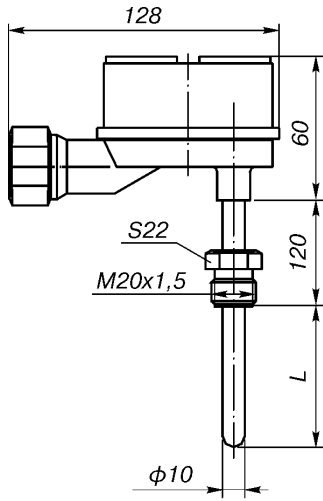
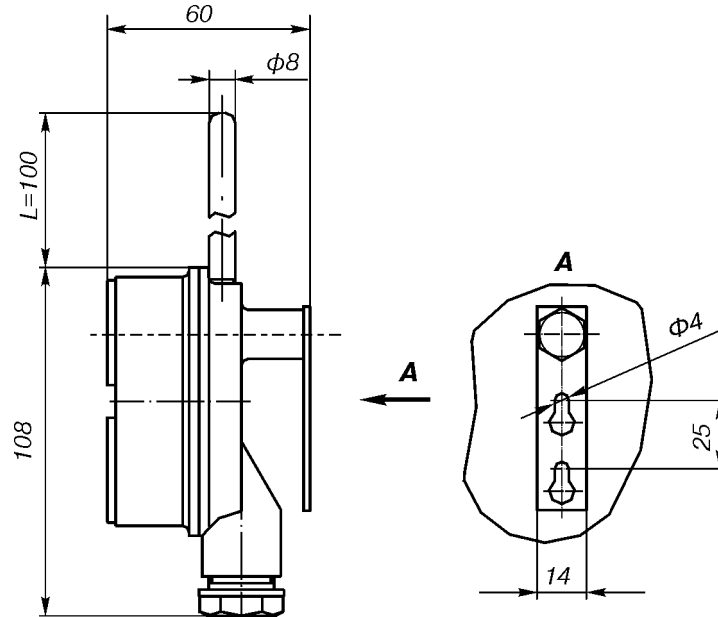

Рис.6.**
Рис. 4.
- полиамид Технамид А-СВ-30-Л (рис.6);
Диапазон измеряемых температур, класс допуска, схема соединений, количество чувствительных элементов, длина монтажной части (для рис.6, 7)
Назначение: термопреобразователи сопротивления платиновые **ТСП Метран-206 по рис. 4** предназначены для измерения температуры воздуха в помещениях различного назначения.
ТСП Метран-206 НСХ 100П</p> <p>2. Код исполнения защитной арматуры*</p> <p>01* по рис. 1</p> <p>02* по рис. 2</p> <p>03* по рис. 3</p> <p>31 по рис. 1а; 1б (только для сх. 2х3)</p> <p>32 по рис. 2а; 2б (только для сх. 2х3)</p> <p>33 по рис. 3а; 3б (только для сх. 2х3)</p> <p>04* по рис. 4</p> <p>06* по рис. 6</p> <p>07* по рис. 7</p> <p>3. Длина монтажной части, L, мм (табл. 1, 2 и примечание; рис. 4).</p> <p>4. Код класса допуска (табл. 1, 2)</p> <p>А класс допуска А</p> <p>В класс допуска В</p> | <p>5. Схема соединений (табл. 1, 2)</p> <p>2 двухпроводная (только для 01, 31)</p> <p>3 трехпроводная</p> <p>4 четырехпроводная (для одного ЧЭ)</p> <p>6. Количество чувствительных элементов (ЧЭ)</p> <p>1 один ЧЭ</p> <p>2 два ЧЭ</p> <p>7. Код исполнения защитной арматуры по материалам (табл. 3).</p> <p>8. Диапазон измеряемых температур (табл. 1, 2)</p> <p>-50...150°C (только для рис. 4)</p> <p>-50...200°C</p> <p>-50...500°C</p> <p>-200...500°C</p> <p>9. Климатическое исполнение (по ГОСТ 15150)</p> <p>У1.1</p> <p>Т3</p> <p>10. Обозначение метрологической проверки</p> <p>ГП проверка органами Росстандарта.</p> |